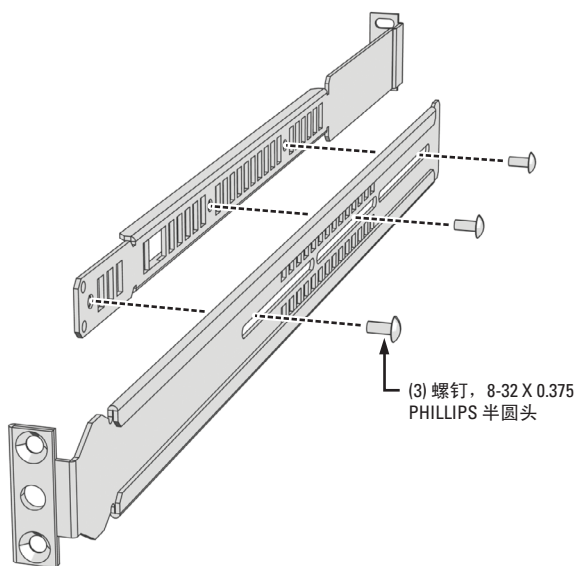

图 7. 组装支撑条轨
3. 将一个前安装条轨附接在一个后安装条轨上。按图 7 所示，确保条轨背对背地装配好。每个条轨套件使用 3 个 8-32 x 0.375 英寸 Phillips 十字半圆头螺钉（随机提供）。在完成步骤 9 之前，不要拧紧螺钉。